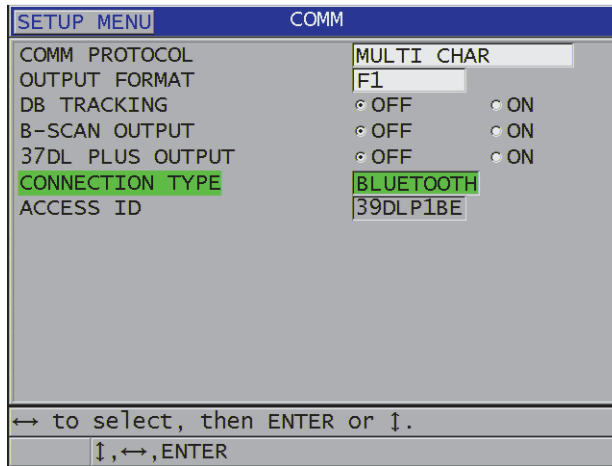

Abbildung 14-4 Konfigurieren von Bluetooth
4. Stellen Sie im Fenster **COMM** den Parameter **STECKER** auf **USB** ein (siehe Abbildung 14-4 auf Seite 283).